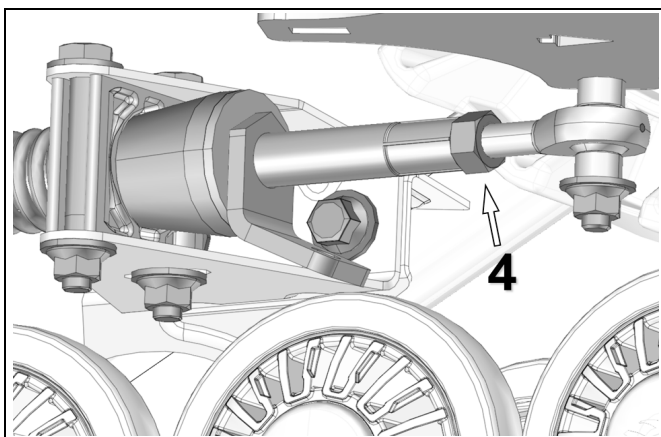

Figure 17
- Une fois le réglage atteint, resserrer le contre-écrou (4) à un couple de 40 N•m [30 lb•pi]. Voir la Figure 17.